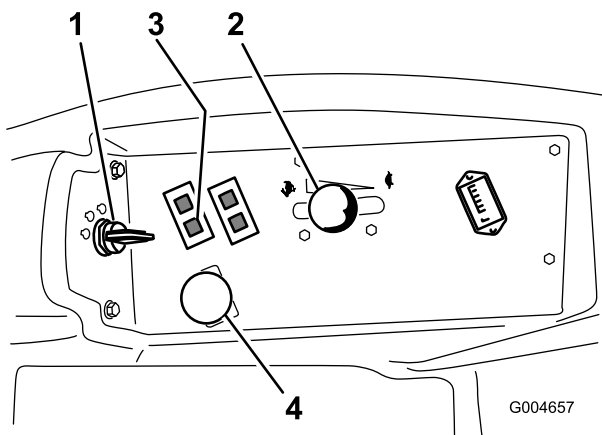

Figura 18
4. Mueva el mando de la toma de fuerza (PTO) a la posición Desengranada (Figura 18).
5. Ponga la palanca del acelerador en un punto intermedio entre las posiciones Lento y Rápido (Figura 18).